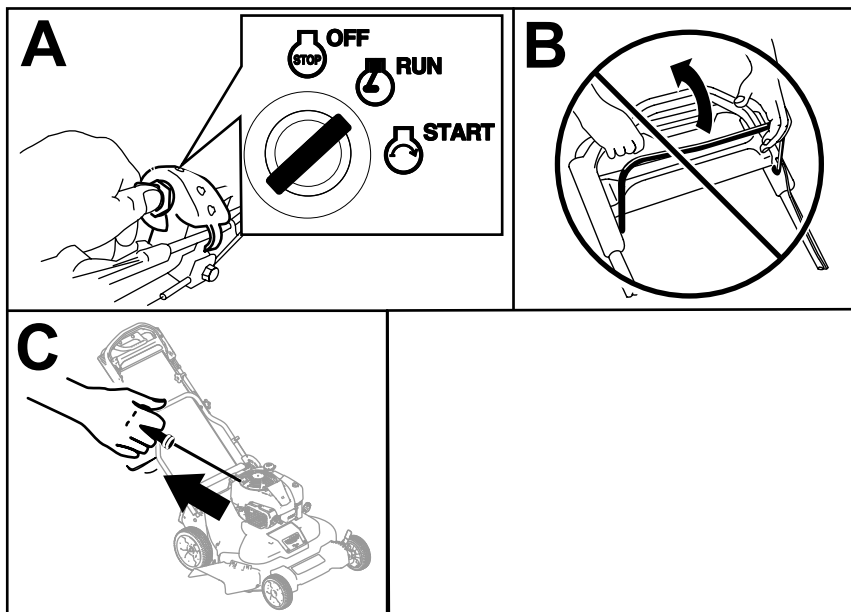

Figura 16
1. Portate la chiave di accensione sulla posizione FUNZIONAMENTO (riquadro A della Figura 16).
**Importante:** Non tentate di avviare il motore con la barra di comando della lama innestata, in quanto potreste fare scattare il fusibile (riquadro B della Figura 16).
2. Tirate lentamente la maniglia di avviamento a strappo fino ad avvertire una certa resistenza, quindi date uno strappo (riquadro C della Figura 16). Lasciate che il cordino si riavvolga sul motore lentamente.